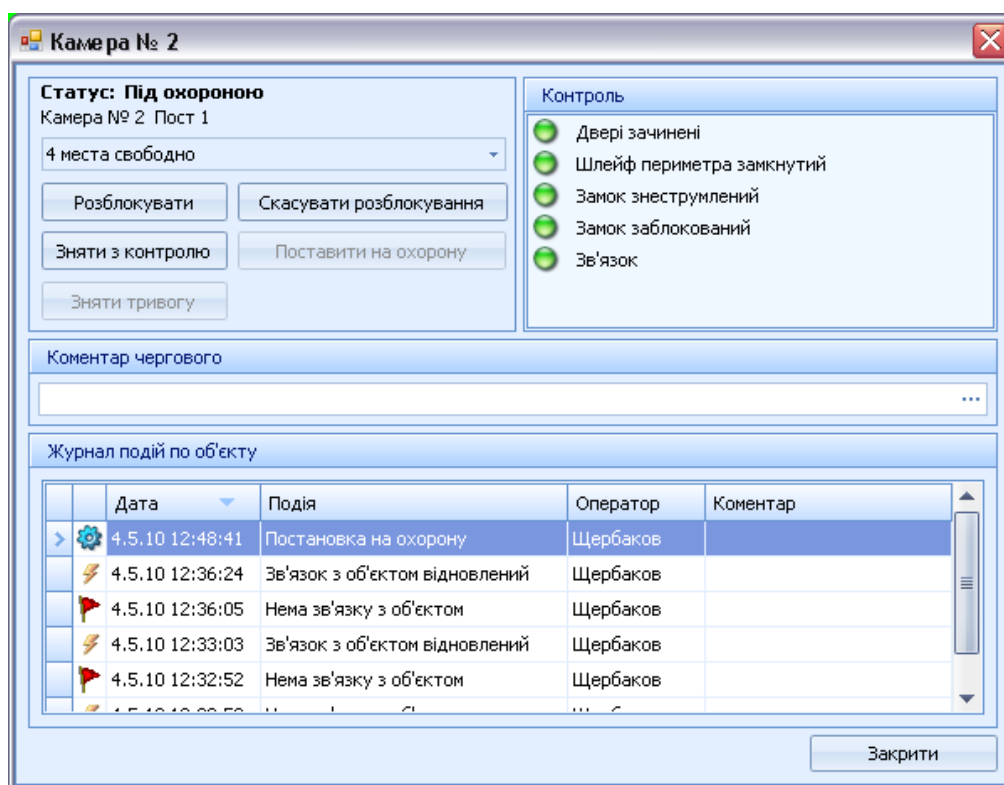

Рисунок 16: Рабочее окно объекта, оборудованного замком
6.7.1. Во время первого монтажа системы и её обкатке может возникнуть необходимость временно отключить из обслуживания тот или иной объект на матрице объектов. Для этого предусмотрена команда «Снять с контроля». Доступ к команде снять с контроля осуществляется из рабочих окон объектов (рис. 16, 19, 20) или из контекстного меню.
7.3.1. Рабочее окно, через которое осуществляется управление объектом, оборудованным замком приведено на рис. 16. Это окно открывается по одиночному щелчку ЛКМ на индикаторе объекта.
7.4.1. Для подачи разрешения на открытие двери камеры дежурный офицер должен щелкнуть ЛКМ на индикаторе соответствующего объекта и в появившемся окне (рис. 16) нажать кнопку «Разблокировать». Индикатор объекта становится желтым, а на УУЗ загорается светодиод «Готов» и УУЗ переходит в состояние «Замок разблокирован».